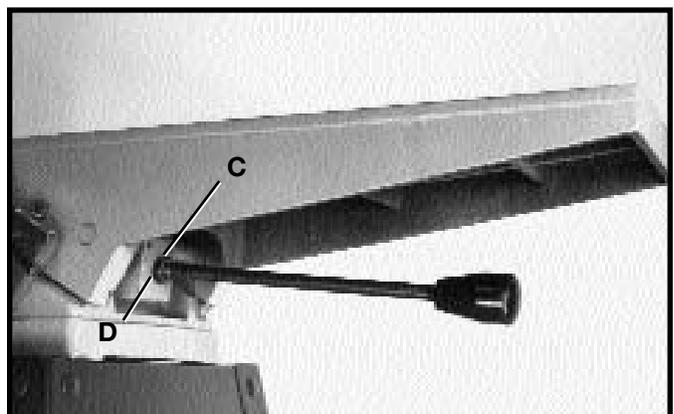

Fig. 13
3. Gire y apriete la tuerca de cierre (C) Fig. 13 contra el bloque (D).